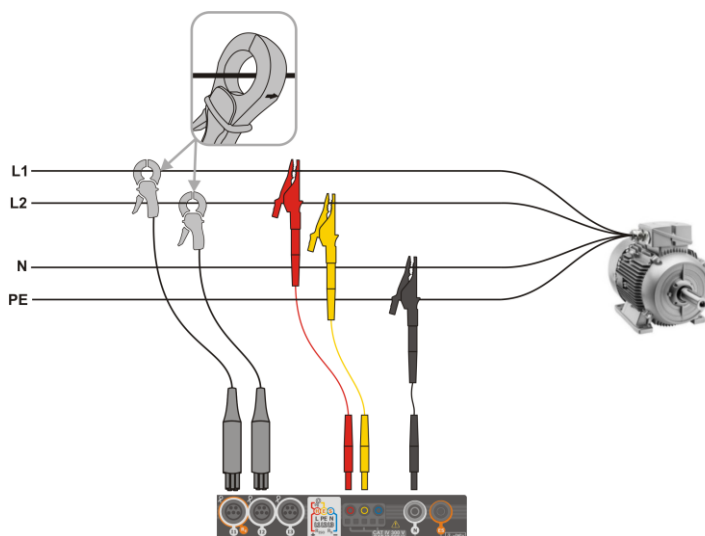

Fig. 5.4 Esquema de conexión – sistema bifásico
- bifásica (con bobinado dividido del transformador llamado en inglés *split phase*) (Fig. 5.4),